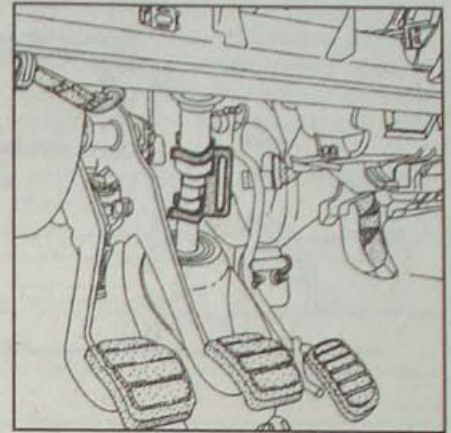

Рис. 10.27. Установка приспособления Dir. 1408 для регулировки положения вилки карданного шарнира рулевого вала относительно приводной шестерни рулевой передачи
- В салоне автомобиля на нижнюю часть рулевой колонки установите приспособление Dir. 1408 (рис. 10.27).